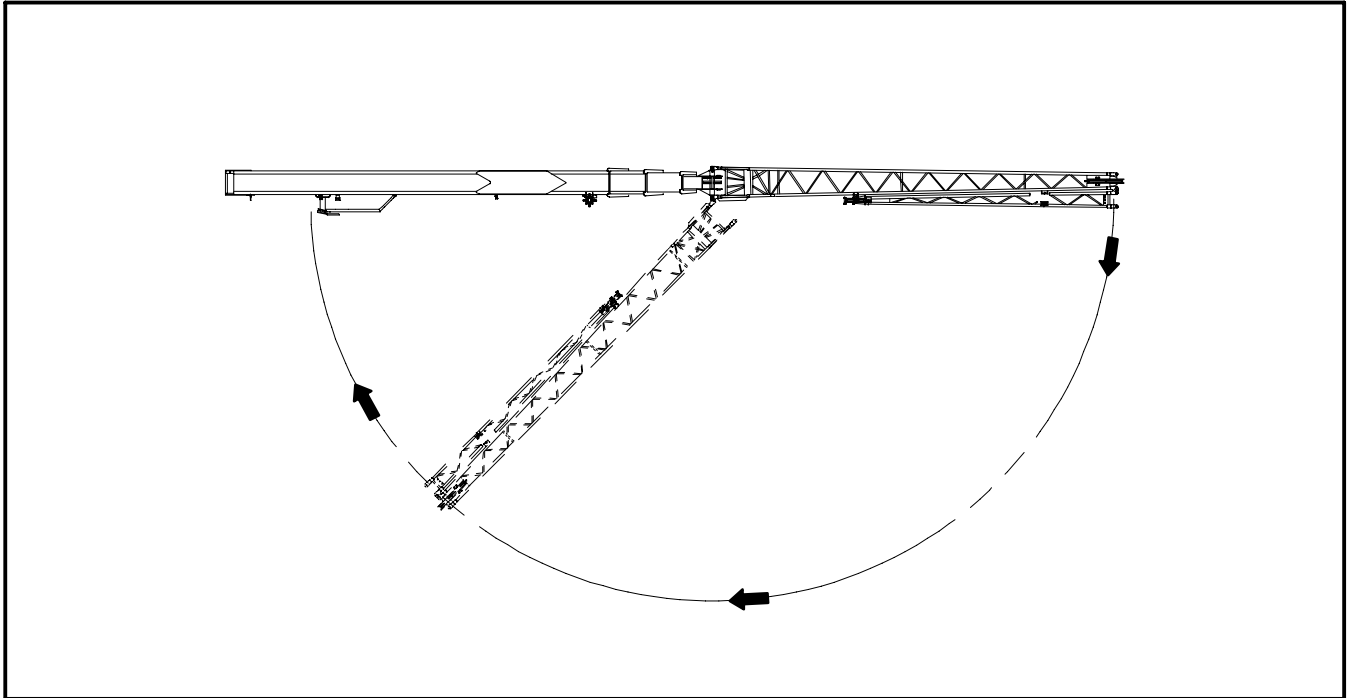

Figura 4–57
16. Retire el pasador de conexión derecho inferior interno de la base del plumín del lado derecho del plumín. Para reducir la carga y facilitar la extracción del pasador, empuje el plumín hacia la derecha. Consulte la Figura 4–56. Retire el pasador de conexión derecho superior interno de la base del plumín del lado derecho del plumín. Para reducir la carga y facilitar la extracción del pasador, empuje el plumín hacia la izquierda. Guarde los dos pasadores y soportes en los anillos de almacenamiento ubicados en la parte trasera derecha de la sección base del plumín.